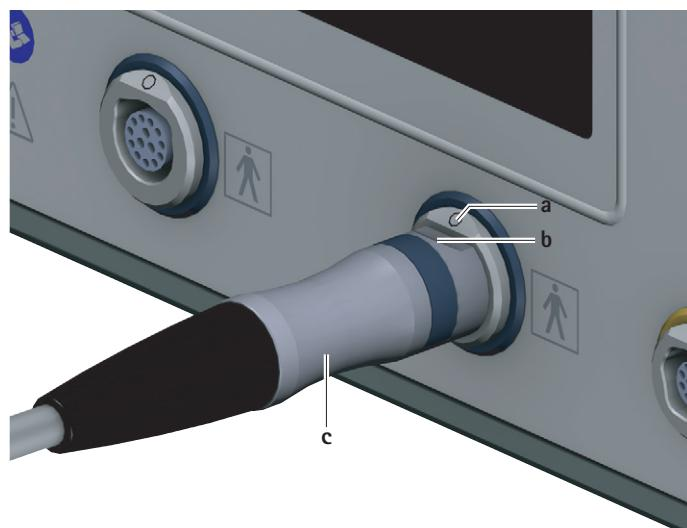

Рис. 3 Подключение моторного кабеля
- ▶ Выровнять штекер блока управления **c** на моторном кабеле таким образом, чтобы маркировка **b** на штекере соответствовала маркировке **a** на гнезде для рабочего элемента **7**, см. Рис. 3.
- ▶ Вытянуть моторный кабель за штекер для блока управления с из гнезда для рабочих элементов 7, см. Рис. 3.